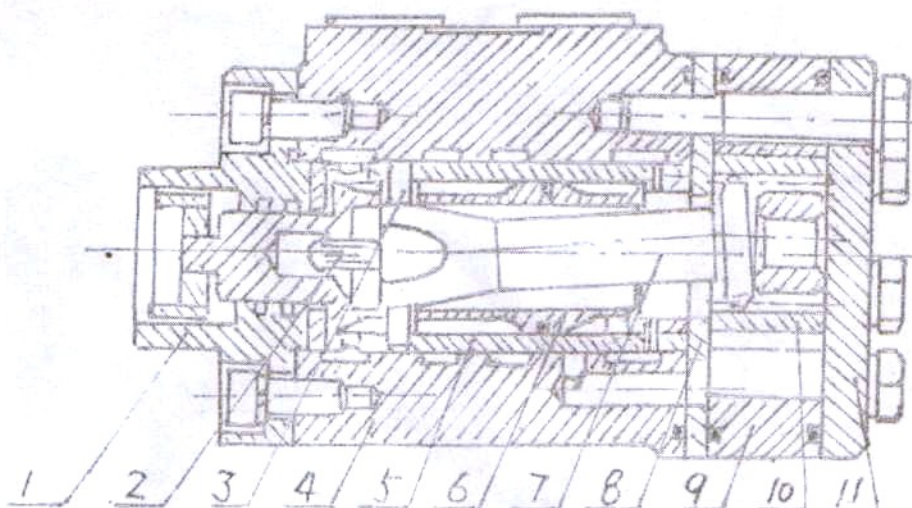

Рис. 11. Структура полного гидравлического рулевого привода.
1. Структура полного гидравлического рулевого привода указана на Рис. 11. Вращающий механизм клапана, который состоит из клапанного элемента (7), вкладыша клапана (6) и корпуса клапана (5), регулирует направления потока гидравлического масла. Статор (9) и ротор (10) создают пару функциональности циклоидального зацепления в качестве клапана управления потоком, который впускает масляный поток в рулевой цилиндр пропорционально углу вращения рулевого колеса. Соединяющий вал (8) передает вращающий момент.